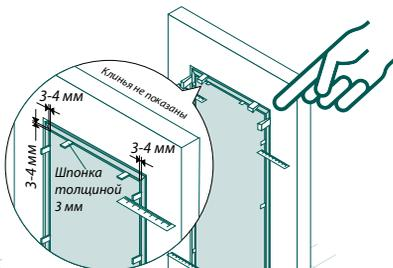

Рис. 17
4.7 Закрепите собранный дверной блок в проеме стены, подбив равномерно клинья и затянув саморезы, не допуская искривления элементов коробки, сохраняя зазор по периметру между полотном и коробкой 3-4 мм при помощи шпонки. Рис. 17.